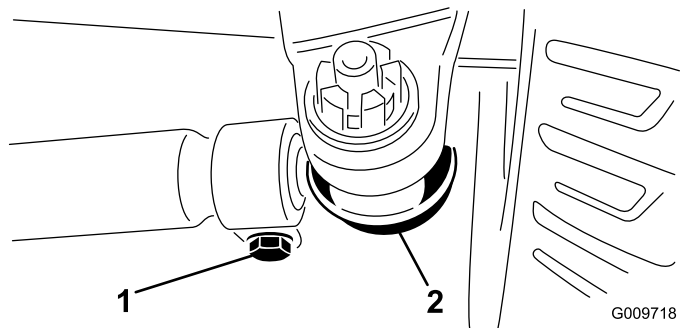

Figure 114
5. Desserrez les fixations aux deux extrémités des biellettes (Figure 114).